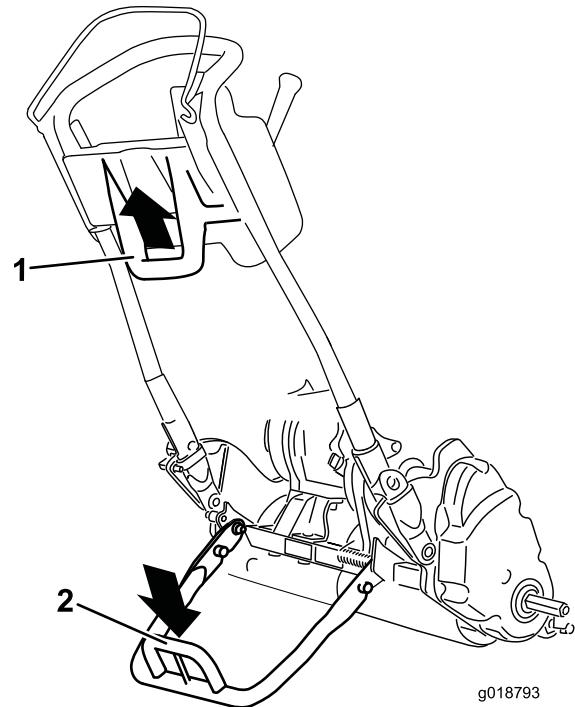

図 24
- 移動走行タイヤの着脱のためにキックスタンドを操作するには、スタンドを床面まで下げ、ループを足で踏みつけた状態のまま、機体下部についているハンドルを持ってマシンを後方に引いてください図 24。